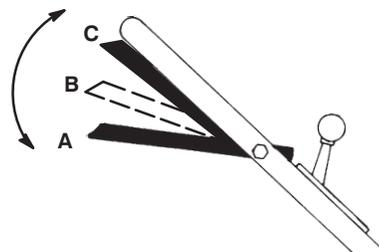

Figure 13
1. Placez la barre de commande de la lame en position **A** (Fig. 13).
2. Poussez la barre de commande de la lame vers la droite et relevez-la à la position **B** pour embrayer la lame (Fig. 13).
3. Serrez la barre de commande contre le guidon à la position **C** pour avancer (Fig. 13).